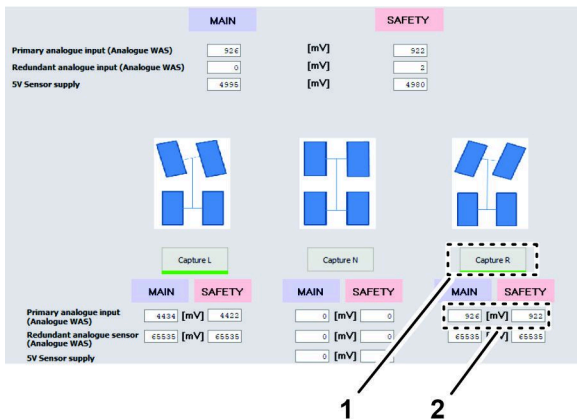

Figura 149
6. Haga clic en el icono CAPTURA DER (Figura 149).